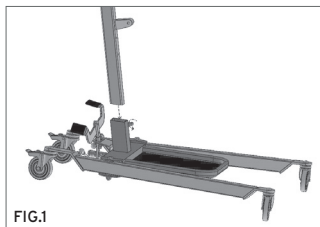

FIG.1
1. Desaperte o parafuso na base da coluna. (Fig.1)
2. Encaixe a coluna na cavidade prevista na base, introduza o parafuso que bloqueia a coluna na base e aperte bem. (Fig.1)